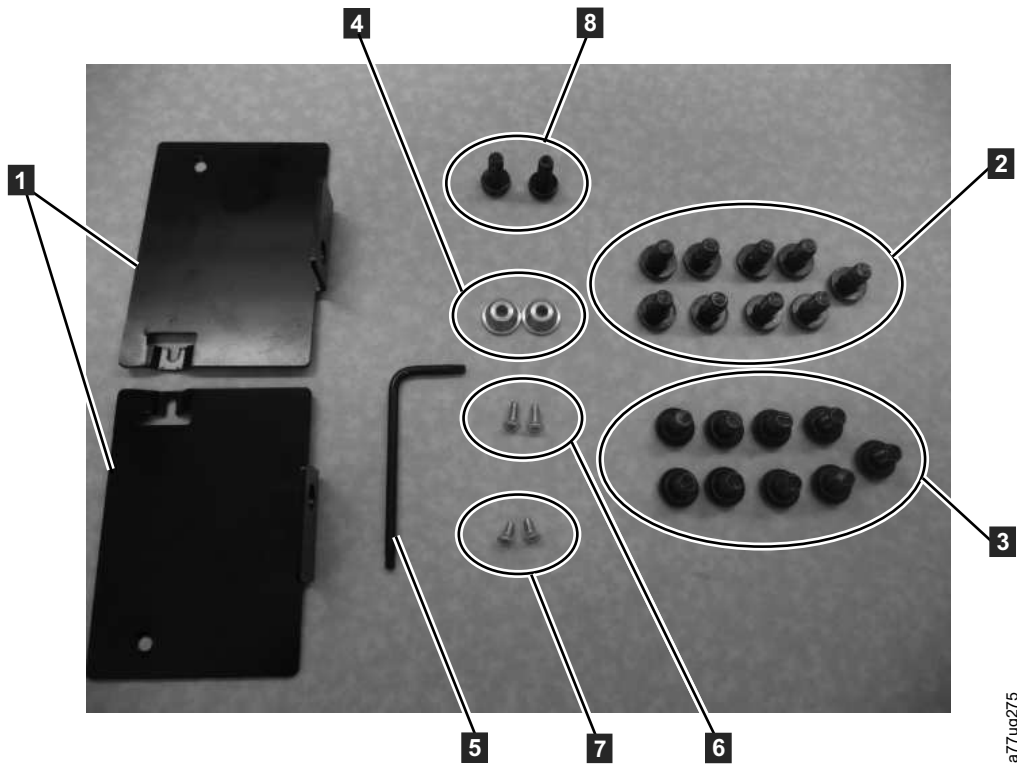

图 24. 机架套件 A 安装硬件
1. 验证您的装运中包含的机架套件。虽然有两种不同的机架套件，但是安装步骤是相同的。验证您接收到哪个机架套件之后，请参阅第 41 页的图 24，以了解安装步骤。
- 2 个安装支架 (图 24 中的 **1**)
- 1 把 Torx 扳手 (图 24 中的 **5**)